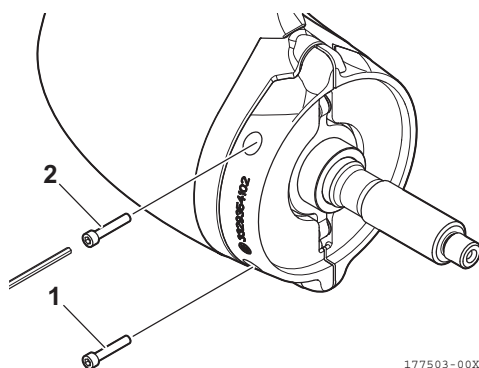

Figura 27
1. Utilizando uma chave sextavada, desaperte e retire os parafusos de fixação (1, 2, **Figura 27**) dos ânodos (1, 2, **Figura 28**).